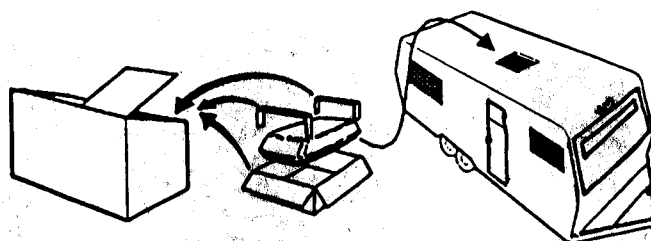

FIG. 5.A.1
- A. Rimuovere il condizionatore dalla scatola e scartare quest'ultima. (Fig. 5.A.1)
- B. **SOLLEVARE E DISPORRE** l'apparecchiatura sull'apertura del tetto preparata in precedenza. Il lato arrotondato del condizionatore d'aria deve essere rivolto verso la parte posteriore del veicolo. (Fig. 5.B.1)